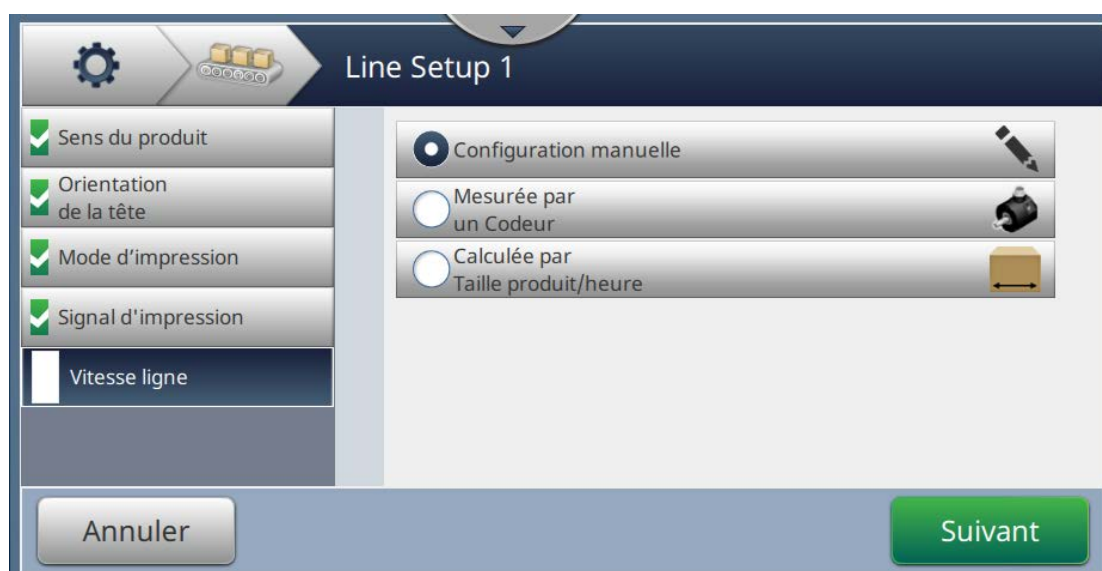

Figure 6-35 : Configuration de ligne - Vitesse de ligne
1. Appuyez sur la *vitesse de ligne* dans l'écran Paramètres de configuration de ligne, puis sélectionnez la vitesse de ligne souhaitée, comme illustré dans Figure 6-35. Appuyez sur le bouton  pour définir la vitesse de ligne.
1. Sélectionnez l'option *Configuration manuelle* comme illustré dans la Figure 6-35. Appuyez sur le bouton  pour entrer les paramètres requis.
1. Sélectionnez l'option *Mesuré par Codeur à axe* comme illustré dans la Figure 6-35. Appuyez sur le bouton  pour entrer les paramètres requis.
1. Appuyez sur l'option *Mesuré par produit Taille/heure* comme illustré dans la Figure 6-35.